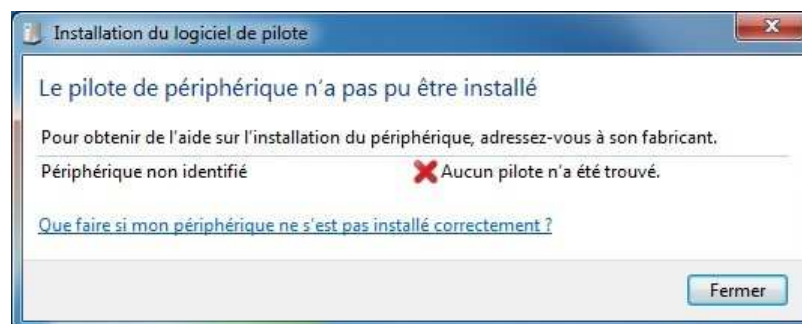

Figure 8 : installation du pilote de la carte
- Connecter la carte Arduino sur un des ports USB. Lors de la première connexion, le pilote de la carte est recherché, mais sa recherche automatique échoue (cf. Figure 8). Il est donc nécessaire de procéder manuellement à son installation.